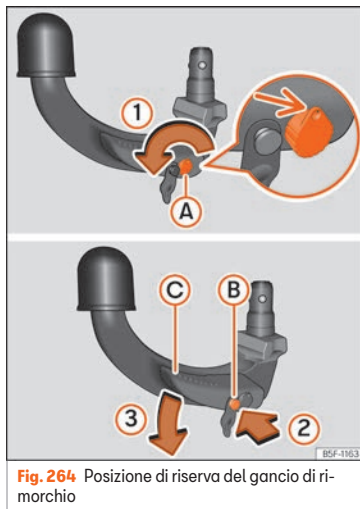

Fig. 264 Posizione di riserva del gancio di rimorchio
- Inserire e ruotare la chiave nella direzione della freccia »» fig. 264 ① fino a quando il foro nella chiave risulta in alto (freccia).
- Premere il perno di sblocco »» fig. 264 ② nel senso della freccia ② e, al contempo, spingere fino in fondo la leva C nel senso della freccia ③.